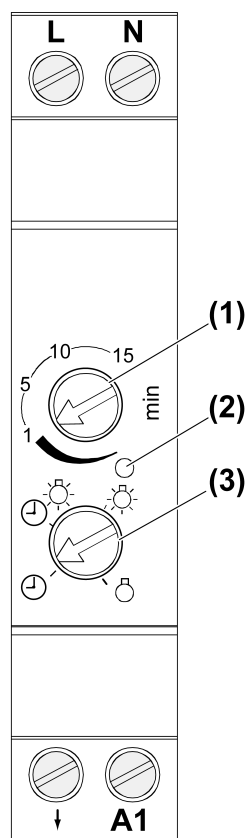

Imagen 1: Máquina automática REG
- Ajuste del tiempo de retardo a la desconexión. Girar el selector (1) (Imagen 1).
- Configurar el modo de funcionamiento. Girar el selector (3) (Imagen 1).